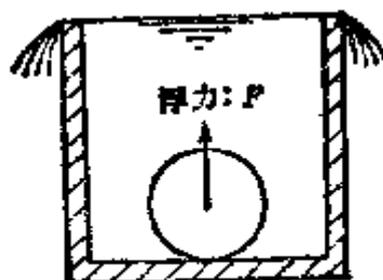

图 5.4
**【解说】** 某物体在流体中受到向上的力作用，此力叫浮力，它等于物体在流体中排出的流体重量。这个原理是阿基米德发现的，如图5.4所示，把体积为 $V$  ( $\text{m}^3$ ) 的物体放入重度为 $\gamma$  ( $\text{kgf}/\text{m}^3$ ) 的液体里面，物体排出 $V$  ( $\text{m}^3$ ) 的液体，液体的重量为 $\gamma V$  ( $\text{kgf}$ )。此排出液体的重量等于浮力，即为(1)式。